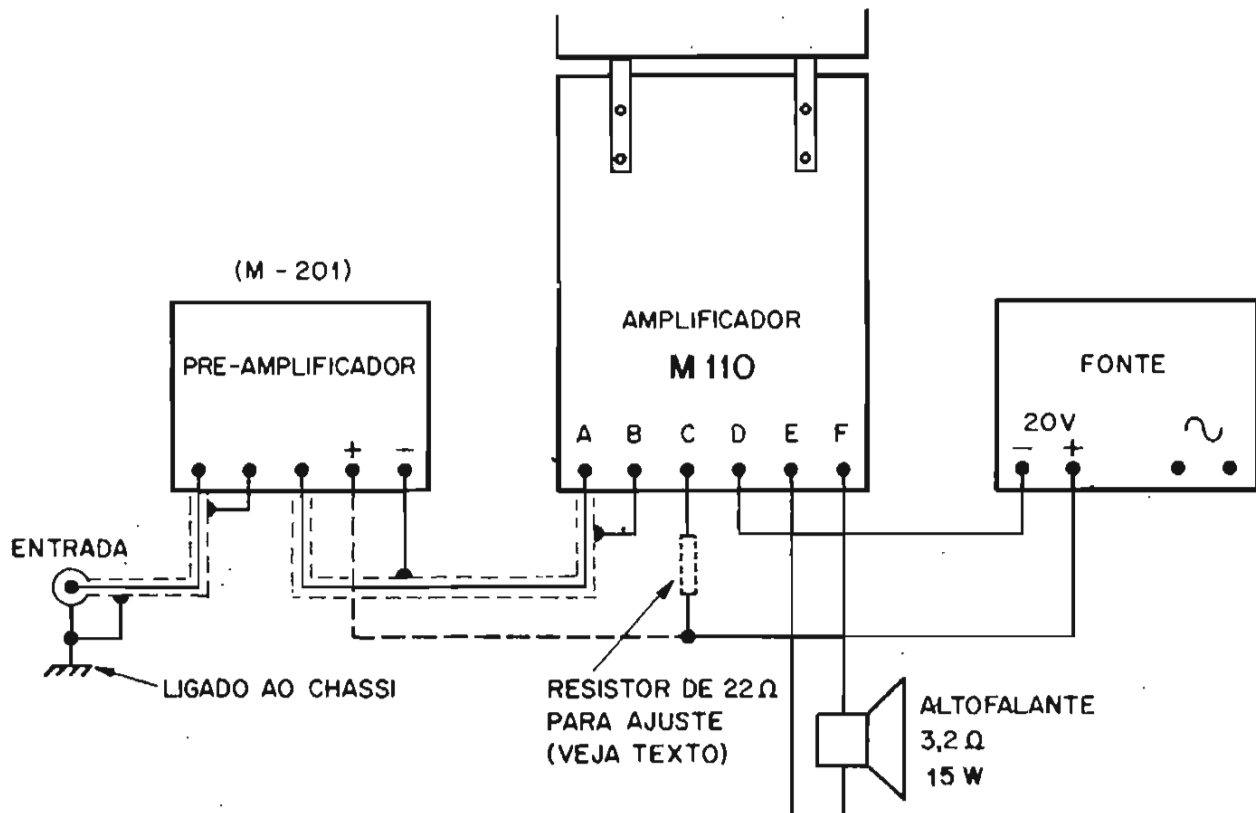

Figura 13 - Interligação do módulo amplificador M-110 à fonte de alimentação e ao pré-amplificador.
- 3 - Ligue o resistor de 22Ω ao terminal C (ver figura 13).
- 1 - O módulo encontra-se agora em condições de funcionar, bastando para isso desfazer a interligação entre A e B antes de ligar um pré-amplificador a estes pontos, conforme indicado na figura 13.
A figura 13 mostra a interligação a um pré amplificador.